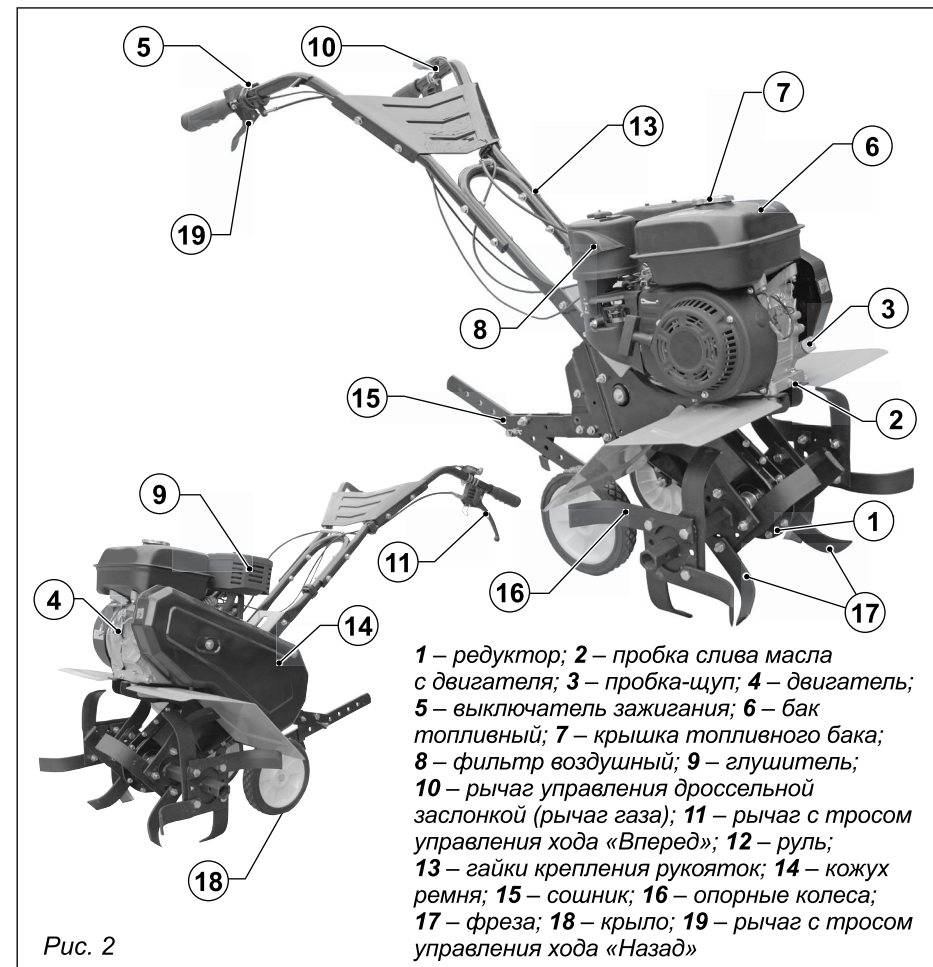

Рис. 2
5. ОСНОВНЫЕ ЭЛЕМЕНТЫ МОТОКУЛЬТИВАТОРА (рис. 2)